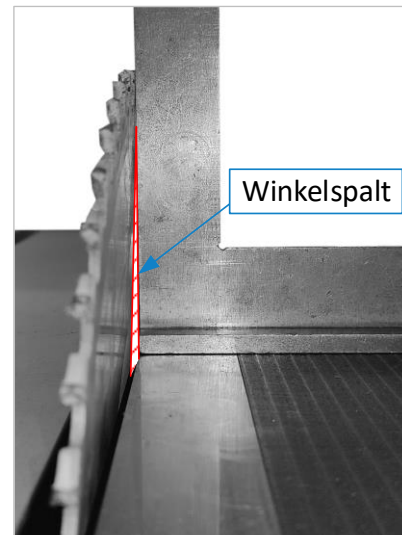

Abbildung 58: Winkelspalt
2. Hauptschalter ausschalten und sichern. Mit einem 90° Anschlagwinkel überprüfen Sie, ob das Sägeblatt rechtwinklig ist (⇒ Abbildung 58). Bezugsfläche ist die Gussarbeitsplatte.